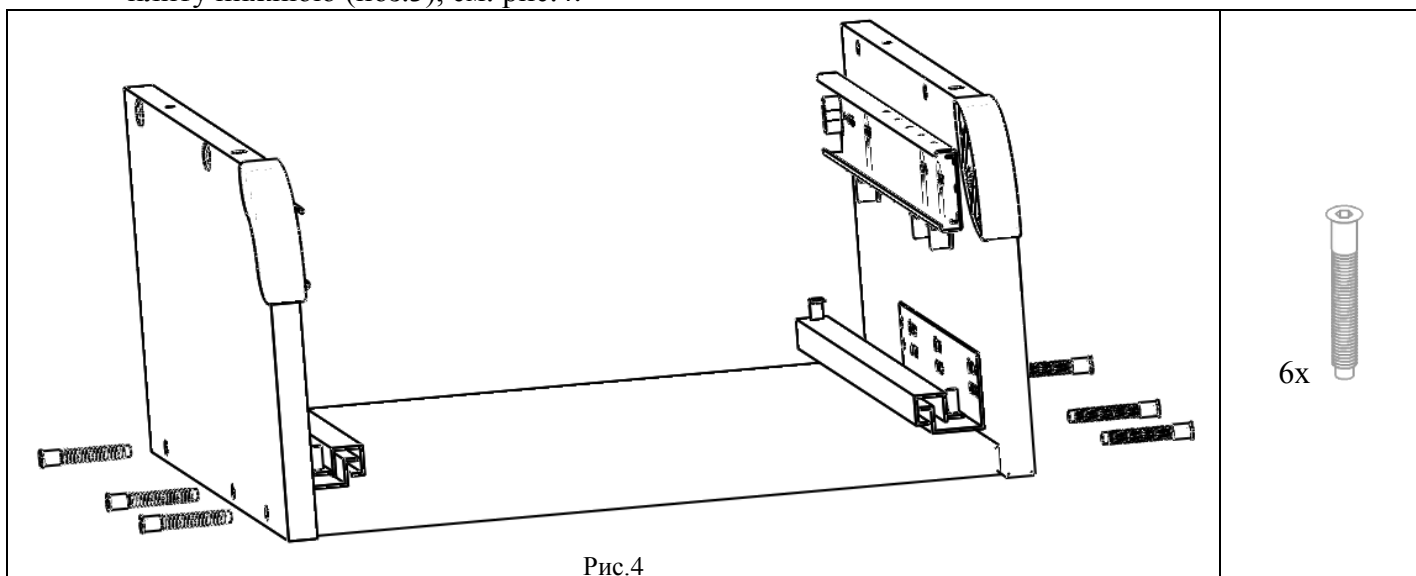

Рис.4
4.1.5. К сборкам по п.4.1.3. и п.4.1.4. прикрутить с помощью винтов конфирмат (поз.2, пакет № 138) плиту нижнюю (поз.3), см. рис.4.